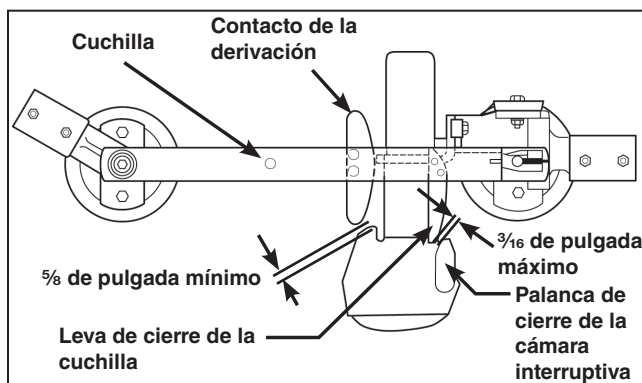

Figura 37. Ensamblaje de la cuchilla moviéndose hacia la dirección de **apertura**.
- (c) En la posición de **Cerrado** total, el espacio entre las levas de cierre de la cuchilla y las levas de cierre de la cámara interruptiva debe estar dentro de los límites mostrados. Vea la Figura 37.